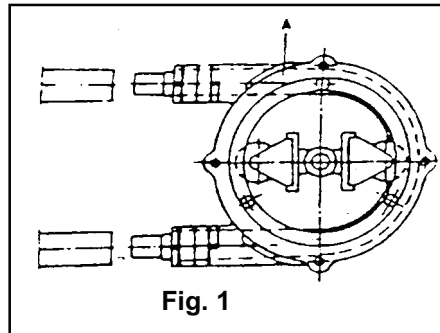

Fig. 1
- Una delle caratteristiche peculiari delle pompe peristaltiche è che operano in aspirazione e di conseguenza si consiglia di installare come da Fig.1.
*- One of the main characteristics of the pressure hose pumps is that they are suction operated and, consequently, it is advisable to install them as shown in Fig. 1.*
1) Predisporre il collegamento del motore alla rete elettrica - Fig. 1.
1) Connect the motor to the net - Fig. 1
L'inversione del senso di rotazione è possibile mediante lo scambio di due dei tre conduttori che collegano il motore alla rete elettrica (Fig. 1).
It is possible to invert the rotating direction by exchanging two of the three conductors that connect the motor to the grid (Fig. 1)
1) Disconnect the pump from the system (fig. 1)
Position roller 1, marked by a label, and remove the casing cover A (Fig. 1).
Provvedere al posizionamento del rullo 1 contrassegnato con una etichetta e rimuovere il carter A ( Fig. 1 ).
1) Verificare la lunghezza del tubo ( Fig. 1 ).
1) *Verify hose length (Fig. 1)*
Operare con totale assenza degli spessori sotto le due forcelle ( Fig. 1 ).
Remove the shims from the two roller holders (Fig. 1).